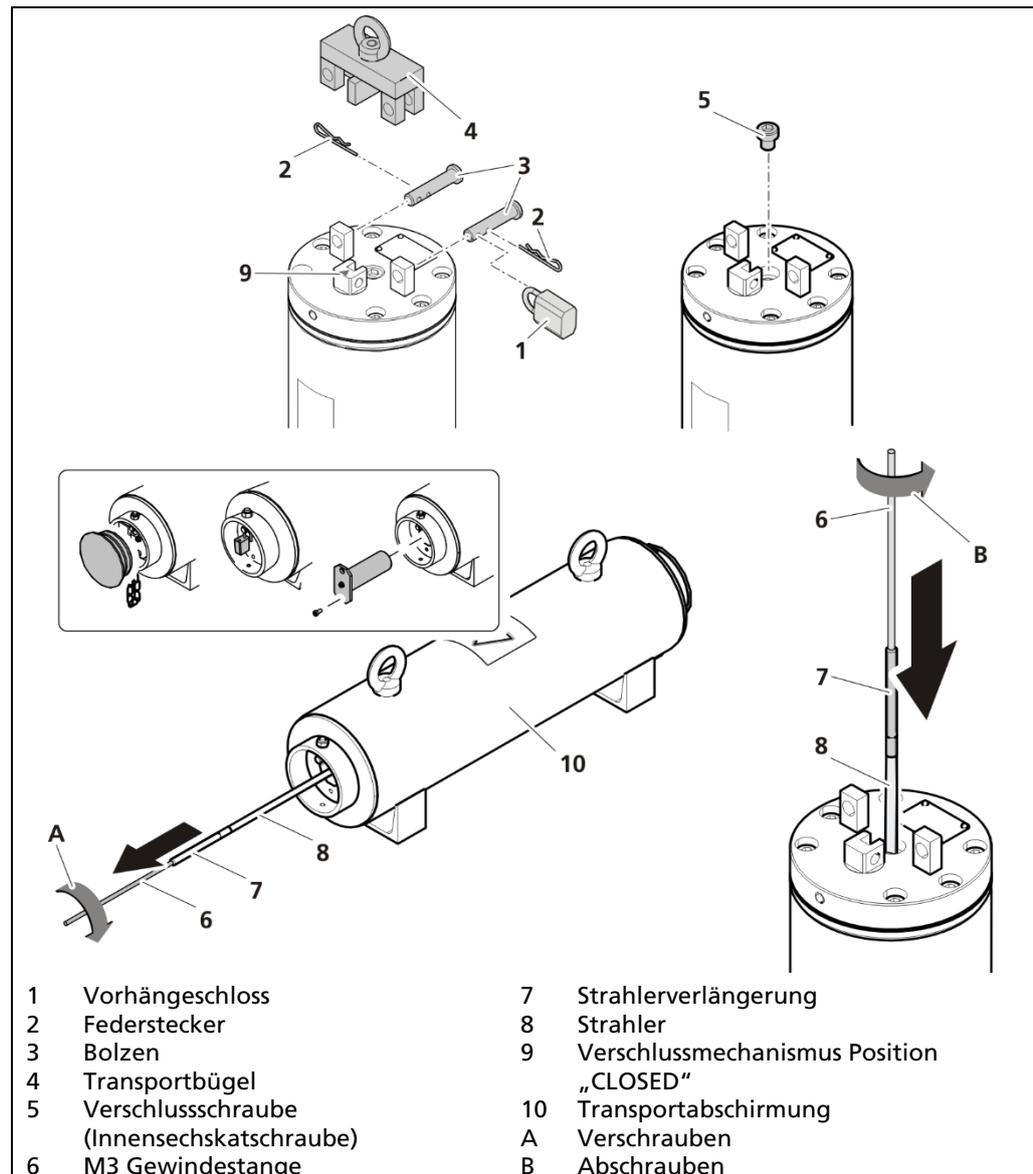

Abb. 17 Strahler in eine Arbeitsabschirmung einsetzen
1. Stellen Sie sicher, dass die Arbeitsabschirmung geöffnet ist (Entfernen der Teile Abb. 17, Pos.1 bis Pos.5), sodass der neue Strahler schnellstmöglich eingesetzt werden kann.
4. Öffnen Sie die Transportabschirmung (Abb. 17, Pos.10).
5. Greifen Sie den neuen Strahler (Abb. 17, Pos.8) mit einer Zange und schrauben Sie mit der anderen Zange die vom alten Strahler abgeschraubte Strahlerverlängerung (siehe Unterkapitel „Strahler entfernen“) auf den neuen Strahler auf.
7. Führen Sie den neuen Strahler ohne Verzögerung so weit in die Arbeitsabschirmung ein, sodass nur noch die Strahlerverlängerung (Abb. 17, Pos.7) herauschaut.
8. Schrauben Sie die M3-Gewindestange (Abb. 17, Pos.6) von der Strahlerverlängerung ab (Abb. 17, B).
9. Bringen Sie neues Teflondichtungsband an der Verschlusschraube (Abb. 17, Pos.5) an.
10. Verschließen Sie mit der Verschlusschraube (Abb. 17, Pos.5) das Strahler-Aufnahmerohr der Stranggussabschirmung.
13. Verschließen und sichern (Abb. 17, Pos.1 bis Pos.4) Sie die Arbeitsabschirmung.
14. Verschließen und sichern Sie die Transportabschirmung (Abb. 17, Pos.10), wenn keine weiteren Strahler eingesetzt werden müssen.